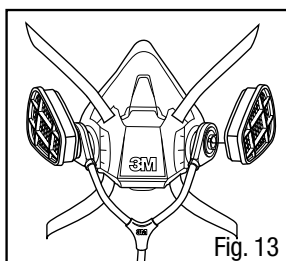

Fig. 13
3. Faça uma seleção de cartuchos e/ou filtros que atendam seus requisitos de proteção respiratória, e conecte-os aos encaixes baioneta nas faces externas das traquéias 3M SA-1600 ou SA-2600 (Fig. 13).